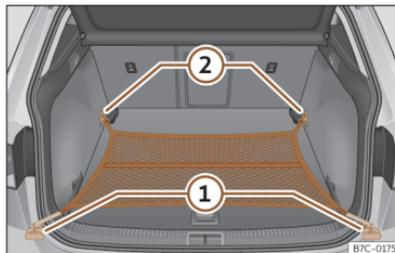

Fig. 165 Dans le coffre à bagages : filet accroché au niveau du plancher.
- Fixez les crochets du filet aux œillets d'amarrage >>> **fig. 165** ① et ② >>> ⚠. La fermeture à glissière du sac doit rester vers le haut.